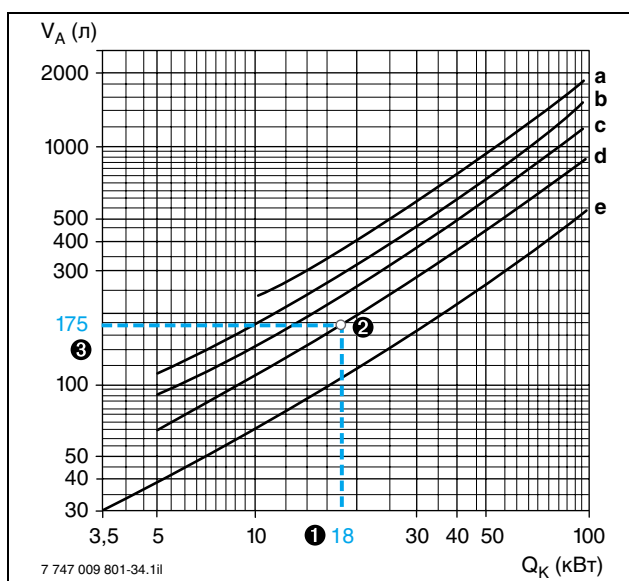

Рис. 57. Примерные значения среднего объема воды в системах отопления (согласно директиве ZVH – 12.02)
В зависимости от различных параметров отопительной установки объем системы отопления можно определить, исходя из рис. 57.
- 3 Суммарный объем воды в системе = 175 л (рис. 57, кривая d)
Объем системы отопления, определенный согласно пункту 3 из диаграммы на рис. 57, должен быть менее максимально допустимой емкости системы. Если это не так, следует выбрать мембранный расширительный бак большего размера (Таблица 31).
- ❹ Требуется мембранный расширительный бак емкостью 12 литров, так как полученный из рис. 57 объем системы отопления меньше, чем максимально допустимая емкость системы.